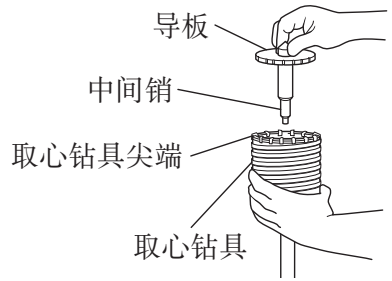

图 27
- (3) 把中间销插入於导板上直到受挡阻为止。
- (4) 把导板和取心钻具拼装起来，往右向或向左转动导板，直到朝下也不掉落（图 27）。